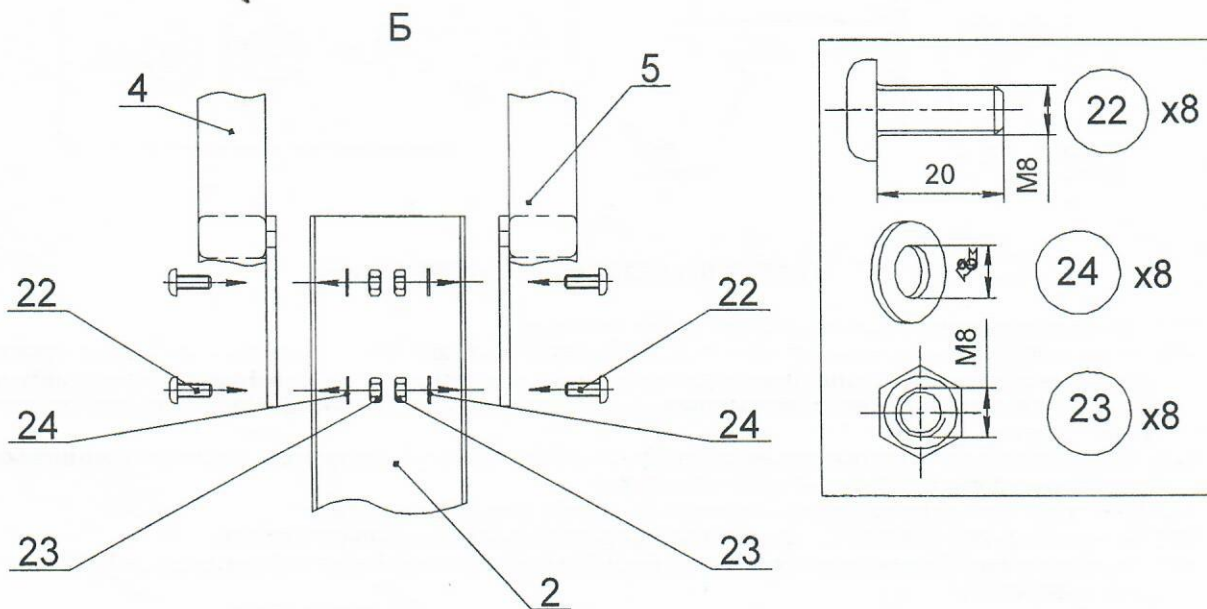

Рис.6
10.3.3.2 Установить сиденье (рис.6; 7)